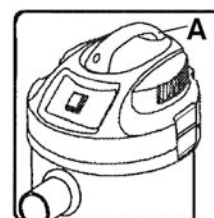

FIGURE 5
- 2) Assurez-vous que la poignée (A) Fig.5 est poussée à fond dans le couvercle, avec l'aide d'un tournevis fixez-la en place avec les vis fournies.